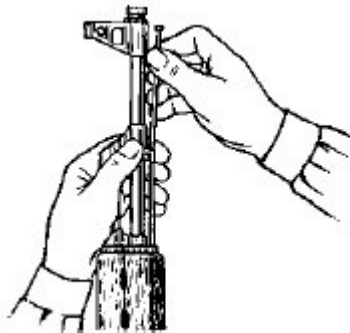

Рис.3. Отделение шомпола
3) *Отделить шомпол.* Оттянуть конец шомпола от ствола так, чтобы его головка вышла из-под упора на основании мушки (рис.3), и вынуть шомпол вверх.